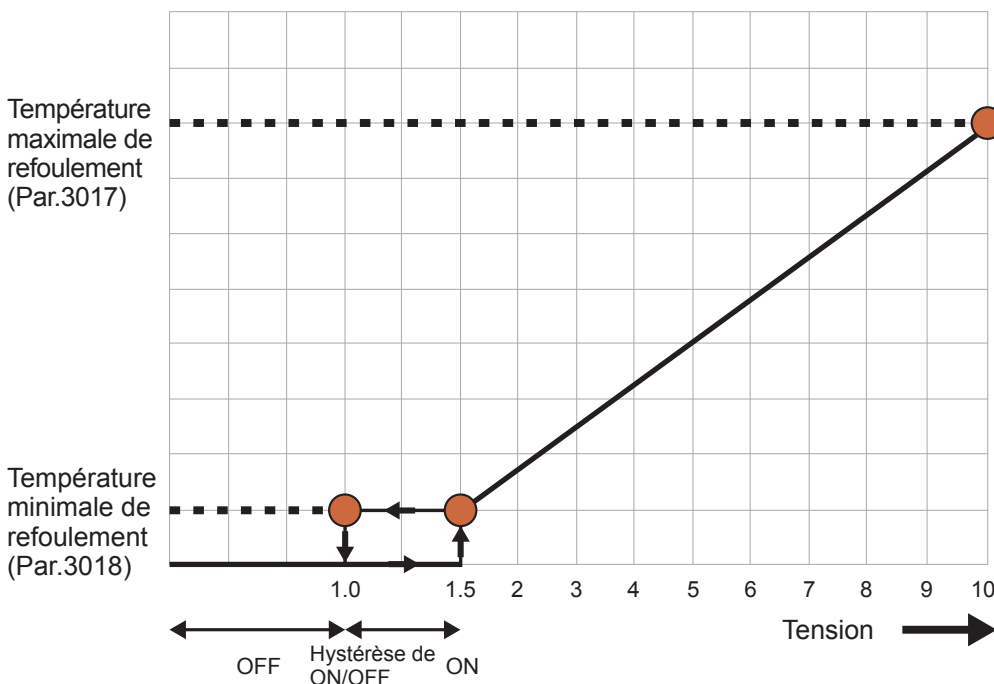

Figure 11-2 - Règles de fonctionnement de l'entrée analogique 0-10 Vdc
- 3.- Désormais l'appareil peut être contrôlé par signal 0-10 Vdc selon les règles indiquées à la figure 11-2 ;